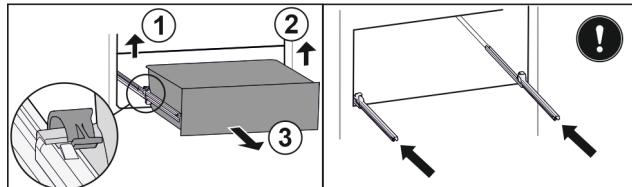

Fig. 149
- Повдигнете лявата скоба и едновременно с това изтеглете напред чекмеджето отляво. Fig. 149 (1)
- Повдигнете дясната скоба и едновременно с това изтеглете напред чекмеджето отдясно. Fig. 149 (2)
- Извадете чекмеджето напред. Fig. 149 (3)